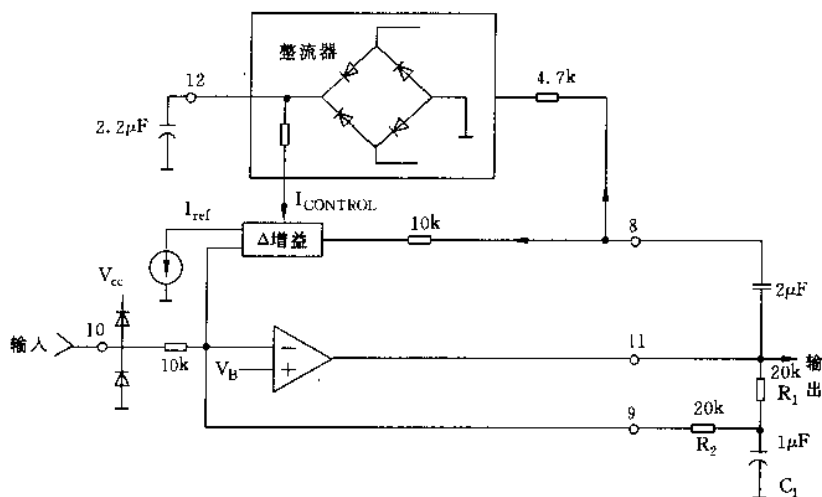

图 2-31
⑤扩展器输入——引脚⑤。输入阻抗定为 $3.2k\Omega$,额定的信号范围为 $3.16mV_{rms}$ 到 $316mV_{rms}$ 。与信号源必须用电容连接。
⑥V_B——引脚⑥。内部的基准电压额定为 $V_{cc}/2$ 。这是一个 AC 地线,必须滤波良好以获得高电力供应抑制和低的串音。
⑦接地——引脚⑦。接到一个彻底的电源地上。
⑧压缩器反馈——引脚⑧。输入到压缩器可变增益级与整流器,正常情况下,信号是由压缩器的输出(引脚⑪)提供的,输入阻抗额定为 $3.2k\Omega$ 。
⑨反向输入——引脚⑨。反向输入到压缩器放大器,正常情况下,它是通过滤波 DC 反馈通道接到压缩器的输出。
⑩压缩器输入——引脚⑩。输入阻抗额定是 $10k\Omega$,额定信号范围是 $100\mu V_{rms}$ 到 $1.0V_{rms}$,与信号源必须用电容连接。
⑪压缩器输出——引脚⑪。压缩器放大器的输出。
⑫压缩器滤波器——引脚⑫。用外接电容连到全波整流器的输出。这一电容影响起动和误差衰减时间以及低频的精确度。
⑬V_{cc}——引脚⑭。电源引脚,连接到一提供 $2.1\sim 7.0V$ 之间电压的电源上。额定电流消耗为 $3.5mA$ 。
(3)压缩器是一个运算放大器,在它的反馈回路中具有固定的输入电阻和一个可变的增益单元,如图 2-31 所示。